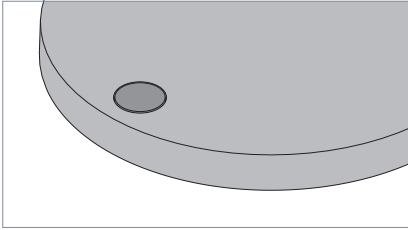

Fig. 8: Taste.
- ▶ Drücken Sie die Taste kurz, siehe Fig. 8.
- ▶ Drücken Sie die Taste und halten Sie die Taste gedrückt, siehe Fig. 8.
- ▶ Drücken Sie die Taste und halten Sie die Taste zehn Sekunden gedrückt, bis die Leuchte beginnt, in regelmäßigen Abständen aufzuleuchten, siehe Fig. 8. Die Leuchte befindet sich im Programmiermodus. Das Aufleuchten zeigt an, nach wie vielen Stunden die Leuchte ausschaltet oder ob die Abschaltautomatik deaktiviert ist.